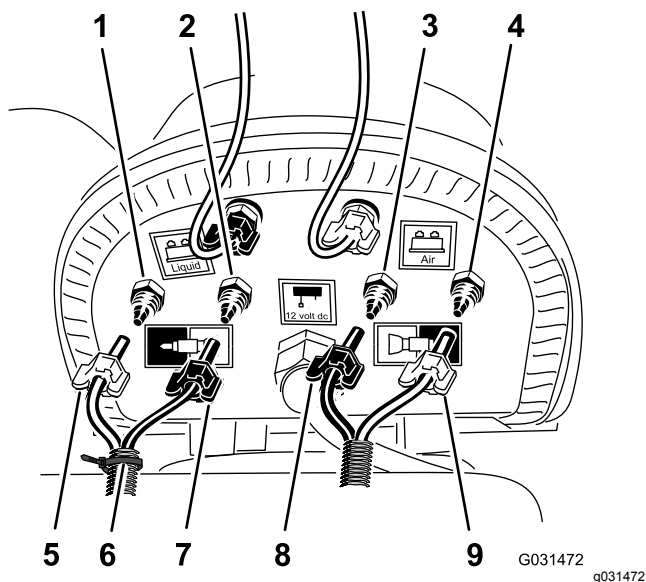

Figura 23
- No painel de ligação do compressor para o kit de marcador de espuma, prenda uma braçadeira de cabos em torno da tubagem transparente e azul para a secção da rampa direita (Figura 23).
- Desaperte as porcas de compressão dos 2 tubos transparentes e dos 2 tubos azuis para os bicos de espuma nas secções da rampa esquerda e direita (Figura 23).
- Retire os quatro tubos das uniões da compressão para as secções da rampa (Figura 23).